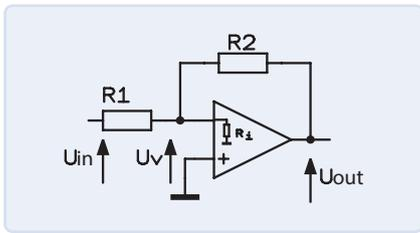

Bild 2. Der invertierende Verstärker.
**Bild 2** zeigt das grundlegende Schaltbild des invertierenden Verstärkers. Er benötigt nur zwei externe Komponenten in Form von zwei Widerständen. In Audioanwendungen wird in der Regel noch ein Kondensatorpaar hinzugefügt.